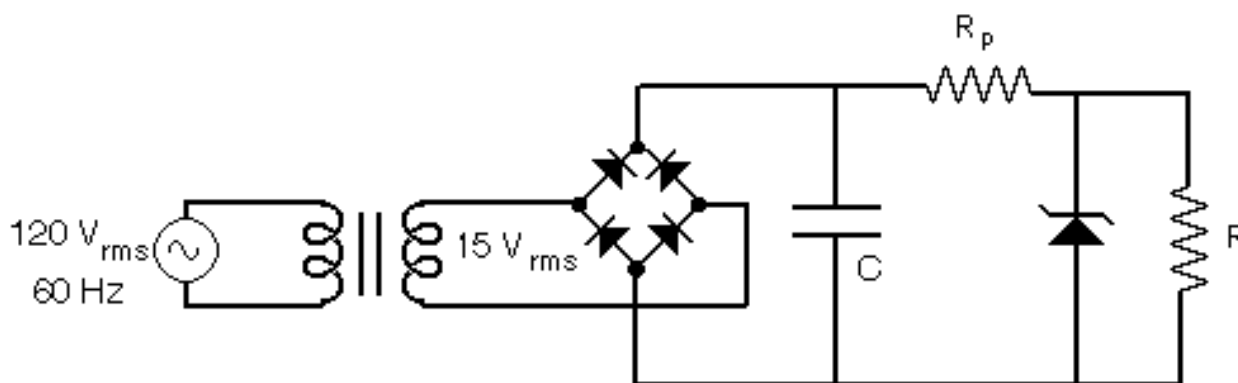

Figura 5.4: Fuente regulada: Circuito rectificador de onda completa con filtro capacitivo y regulador básico con diodo zener
5.- En el circuito de la Figura 5.4, la fuente DC con regulador zener:
8.- Monte el circuito de la Figura 5.4 y observe en la pantalla del osciloscopio en forma simultánea los siguientes pares de formas de onda: El voltaje junto con la corriente en el secundario del transformador, el voltaje en uno de los diodos junto con la corriente en el transformador y el voltaje en el condensador junto con el voltaje en la resistencia de carga. Para los dos primeros pares de curvas debe incluir una resistencia de prueba de bajo valor nominal, como se indica en la Figura 5.3. Observe también en la pantalla del osciloscopio la forma de onda del voltaje en el primario del transformador y el voltaje de salida a plena carga y sin carga. Haga los diagramas correspondientes en papel milimetrado, identificando las amplitudes y los períodos de tiempo de interés en las curvas dibujadas.